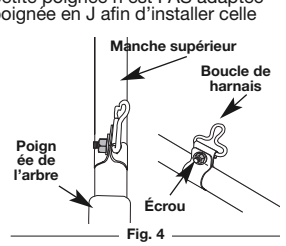

Fig. 4
- Disposez le clip de sorte qu'il soit à proximité de la poignée de l'arbre et éloigné de la poignée en J (Fig. 4).